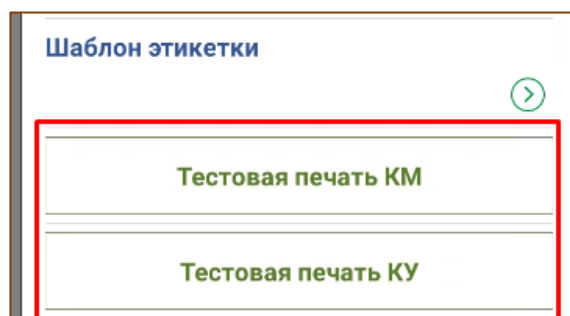

Рис. 5.8 - Тестовая печать
- «Тестовая печать КА» (Рис. 5.8).